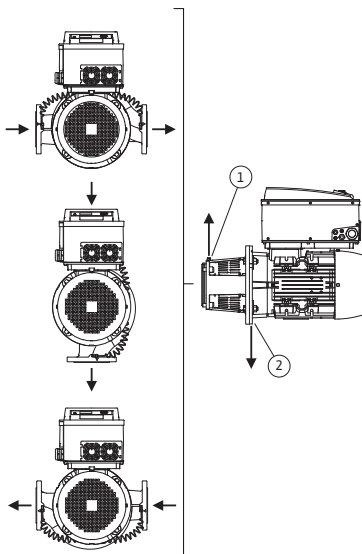
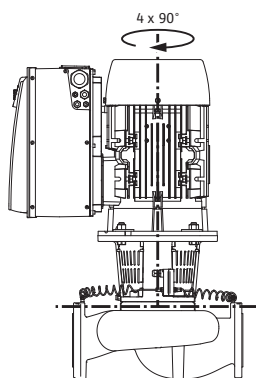

Fig. 18 : Positions de montage autorisées avec arbre moteur horizontal
Fig. 19 : Positions de montage autorisées avec arbre moteur vertical
Les positions de montage autorisées avec arbre moteur horizontal et module électronique vers le haut (0°) sont représentées sur la fig. 18. Les positions de montage autorisées avec module électronique monté latéralement ($\pm 90^\circ$) ne sont pas représentées. Toute position de montage sauf « Module électronique vers le bas » (-180°) est autorisée. Le dégazage de la pompe n'est assuré que si la soupape d'échappement pointe vers le haut (fig. 18, pos. 1). Seule cette position (0°) permet d'évacuer les condensats par les orifices existants, la lanterne de pompe et le moteur (fig. 18, pos. 2). Pour ce faire, retirer le bouchon de la bride du moteur.
- La soupape d'échappement sur la lanterne (fig. 6, pos. 1.31) doit toujours pointer vers le haut pour un arbre moteur horizontal (fig. 6a). Si l'arbre moteur est vertical, toutes les orientations sont autorisées. Voir à ce propos également Fig. 18 : « Positions de montage autorisées avec arbre moteur horizontal » à la page 142 ou Fig. 19 : « Positions de montage autorisées avec arbre moteur vertical » à la page 143.